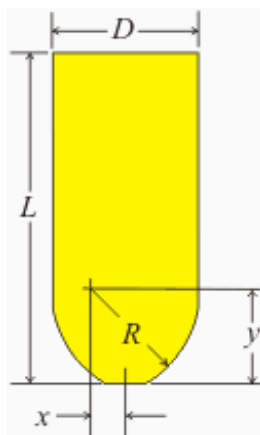

Figura 1.78 Parámetros de la herramienta tórica descentrada.
- Herramienta tórica descentrada , la cual tiene los parámetros longitud (L), diámetro (D), radio de punta (R), radio punta Y (y) y radio de punta X (x), Figura 1.78.